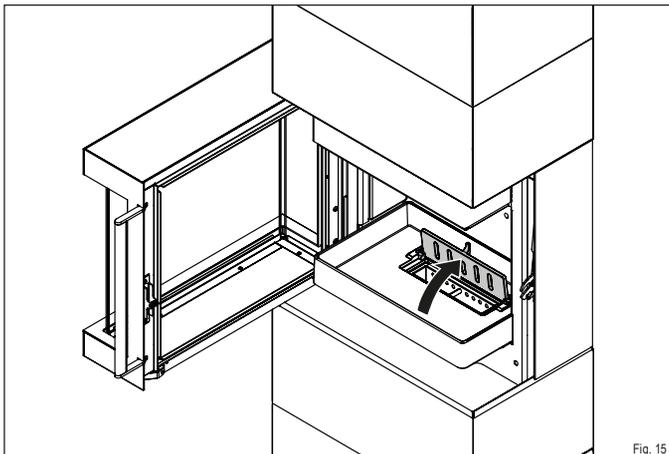

Fig. 15
- ▶ Ouvrez la grille de déchargement (Fig. 15)
- ▶ **Ouvrez la grille de décendrage (Fig. 15).**
- ▶ Ouvrez la grille de décentrage (Fig. 15).